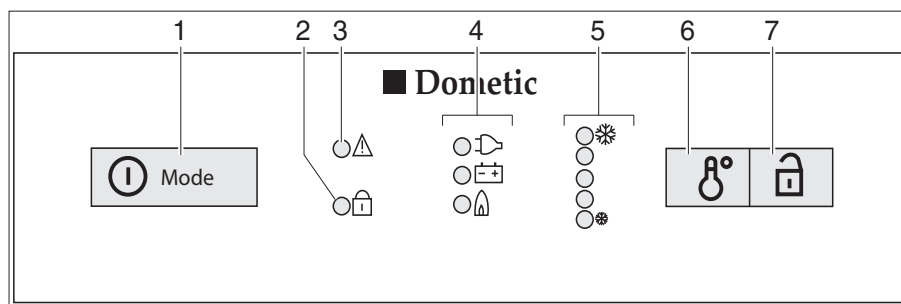

Fig. 199 Elementos de mando para el frigorífico (Dometic de la serie 8 con SMSE)
- Pulsar el conector/selector de energía (Fig. 199,1) 2 segundos para conectar el aparato. Se ilumina el LED del último modo de funcionamiento seleccionado.
- Si fuera necesario, pulsar el conector/selector de energía (Fig. 199,1) varias veces brevemente hasta que se ilumine el piloto gas "🔥". El suministro de gas está abierto. El encendido se realiza automáticamente. Se oye un sonido de tic-tac hasta que el proceso de encendido se haya llevado a cabo con éxito.
- Ajustar la temperatura de refrigeración con el conmutador para el ajuste de la temperatura (Fig. 199,6).
- Si fuera necesario, pulsar el conector/selector de energía (Fig. 199,1) varias veces brevemente hasta que se ilumine el piloto 230 V .
- Si fuera necesario, pulsar el conector/selector de energía (Fig. 199,1) varias veces brevemente hasta que se ilumine el piloto 12 V .